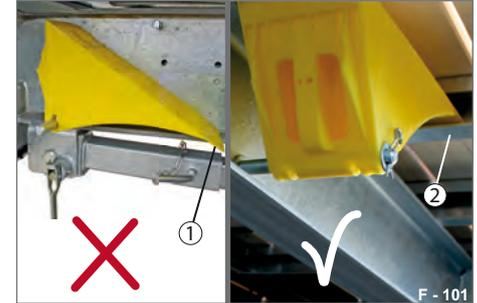

Abb. 94 Unterlegkeil einstecken
- ▶ Spitze (Abb. 94/1) des Unterlegkeils oben auf die Fahrgestell-Strebe (Abb. 94/2) legen. Der Unterlegkeil ist richtig positioniert.